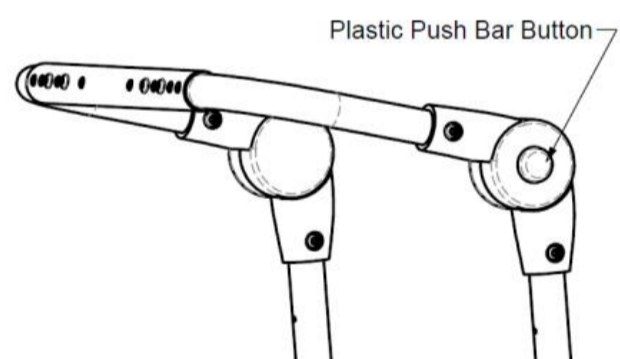

Fig. 15.25 Maniglia di spinta regolabile
1. Per regolare l'angolo della maniglia di spinta, premere contemporaneamente entrambi i tasti di plastica situati su entrambi i lati in cima ai tubi schienale (Fig. 15.25).